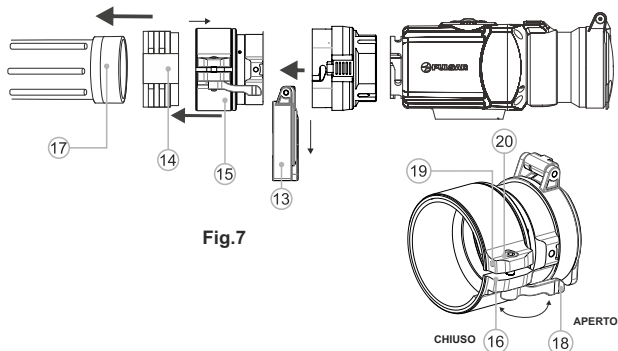

Fig.7
- Togliere il tappo (13): ruotare in senso antiorario.
- Posizionare l'inserto (14) nell'adattatore (15) a fondo (vedi fig.7). **Attenzione! L'inserto deve essere installato con la parte ristretta rivolta verso il basso (vedi lo schema).**
- Installare saldamente l'adattatore con l'inserto sulla lente dell'obiettivo (17) del cannocchiale diurno (fig. 7).